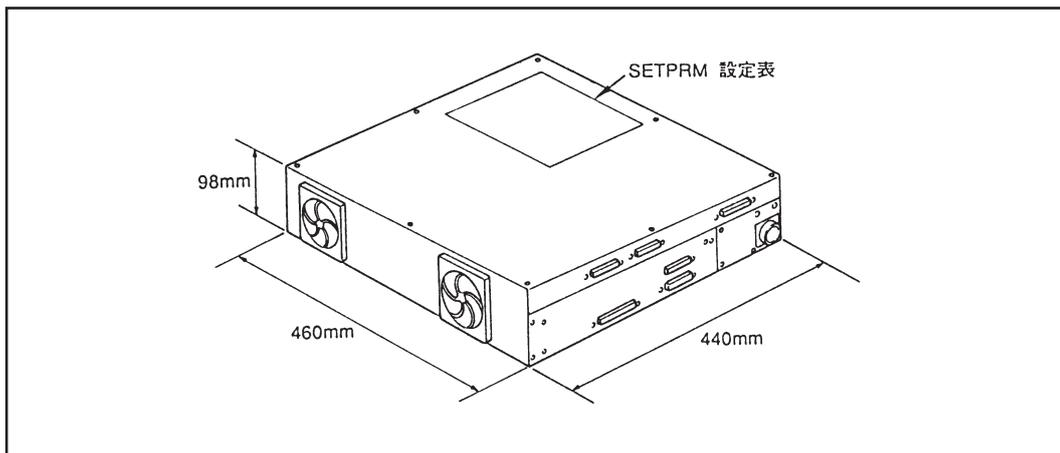

図1-6 コントローラの外形寸法
(2) コントローラの外形寸法 コントローラの外形寸法を図1-6に示します。